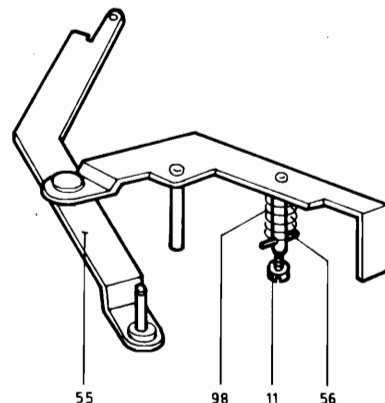

Fig. 1
- d. Ensemble étrier de roue intermédiaire rep. 55, no. de code 4822 402 40026, change de numéro, le 4822 402 40028 et se compose de: (voir fig. 1)
- d. Kompletter Zwischenradbügel, Pos. 55; die Code-Nummer 4822 402 40026 soll sein: 4822 402 40028. Dieser komplette Zwischenradbügel (siehe Abb. 1) besteht aus:
- a. Rueda intermedia pos. 52, número de código 4822 528 70224 debe ser 4822 528 70235.
- b. Pieza de aseguramiento pos. 57, número de código 4822 530 70141 debe ser 4822 460 20078.
- c. Tul pos. 58, número de código 4822 325 80115 viene a ser 4822 325 80123.
- d. Conj. brida de rueda intermedia pos. 55 número de código 4822 402 40026 viene a ser, conj. brida de rueda intermedia pos. 55, número de código 4822 402 40028 compuesto por: (véase la fig. 1).